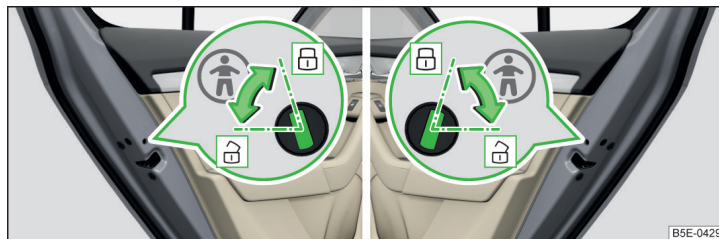

Fig. 37 Portiera spate: Activarea/dezactivarea siguranței pentru copii
- Pentru **activare**, rotiți siguranța cu cheia în poziția » fig. 37.